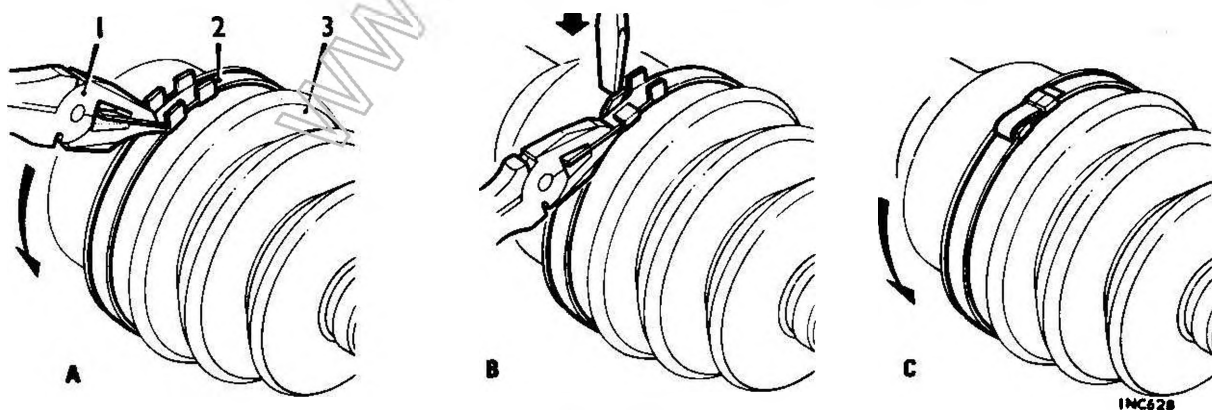

Fig. G.14
7. Bloccare gli anelli del soffietto all'albero di trasmissione ed al giunto omocinetico con l'attrezzo 18G 1099, seguendo le modalità indicate qui di seguito ed illustrate nella Figura G.14. Se gli anelli non sono disponibili, far riferimento al punto 8 in cui è dettagliato un metodo in alternativa.
- a. L'anello deve essere disposto con la fascetta di chiusura orientata nello stesso senso in cui ruota l'albero di trasmissione quando la vettura si muove a marcia avanti. Fig. G.14.
3. Mediante l'attrezzo 18G 1099 rimontare l'anello elastico di bloccaggio seguendo il procedimento descritto qui di seguito ed illustrato nella Figura G.14.
- a. La fascetta di chiusura dell'anello deve essere orientata nello stesso senso in cui ruota l'albero di trasmissione quando la vettura si muove a marcia avanti. Fig. G.14.